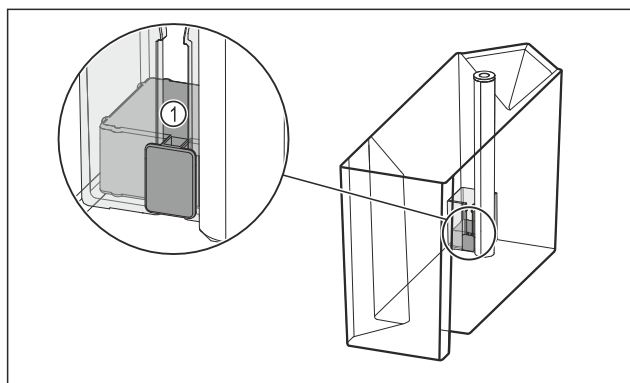

Fig. 98
- ▶ Controllare se il galleggiante Fig. 98 (1) è bloccato. Se il galleggiante è bloccato: